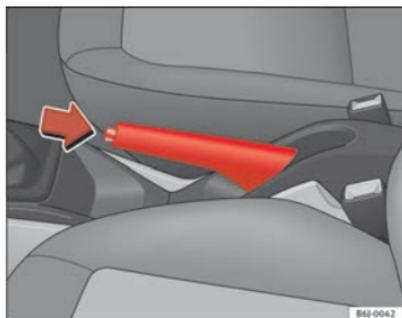

Fig. 103 Frein à main entre les sièges avant
- Serrez le frein à main à fond en relevant le levier vers le haut ⇒ page 150, fig. 103.
- Soulevez légèrement le levier du frein à main, appuyez sur le bouton de déblocage dans le sens de la flèche ⇒ page 150, fig. 103 et abaissez le levier au maximum ⇒ ⚠.